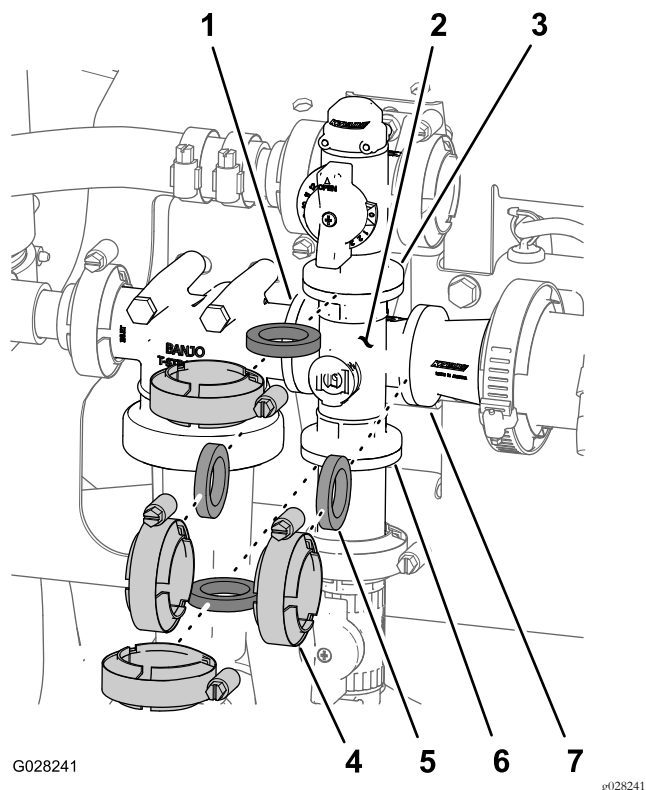

图134
1. 如**图134**所示取下将搅拌阀歧管固定至搅拌旁通阀、压力式滤清器头、异径管接头和安装座接头搅拌节流阀的夹具和垫片。